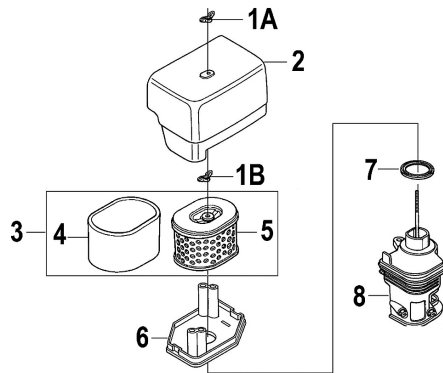

Рис. 26 Обслуживание воздушного фильтра
1. Открутите барашковую гайку 1А и снимите крышку 2 воздушного фильтра (Рис. 26).
2. Открутите барашковую гайку 1В и извлеките из корпуса воздушный фильтр 3 в сборе (Рис. 26).
- Проверьте целостность и чистоту фильтрующих элементов. Поролоновый (предварительный) фильтрующий элемент 4 установлен на корпусе бумажного фильтрующего элемента 5 (Рис. 26).
- При незначительном загрязнении промойте поролоновый фильтрующий элемент 4 (Рис. 26) теплым мыльным раствором и просушите. Поврежденный или сильно загрязненный поролоновый фильтрующий элемент замените.
- Произведите очистку корпуса 8, опоры крышки 6 и крышки 2 воздушного фильтра, не допуская попадания пыли и грязи в воздушный фильтр, ведущий к карбюратору (Рис. 26).
- Перед установкой воздушного фильтра убедитесь, что уплотнительное кольцо 7 воздушного фильтра находится на месте и не имеет повреждений (Рис. 26).